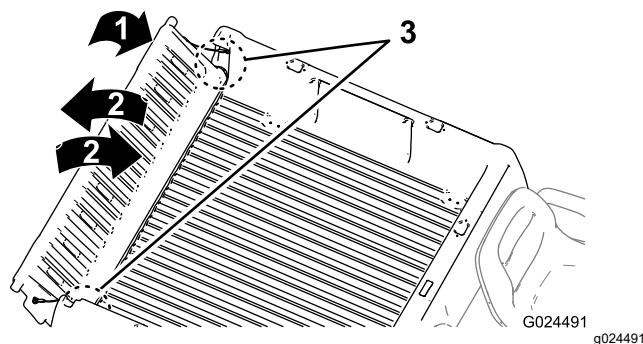

Figura 16
2. Rotii oblonul spate într-o poziție de aproximativ 45° (Figura 16).
3. Efectuai o micare scurtă, de scuturare, pentru a rotii oblonul spate înainte i înapoi de câteva ori (Figura 16).